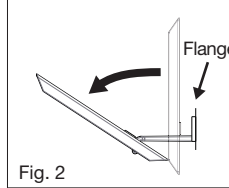

Fig. 2
8. Peel and remove (1) piece of protective strips from tape on the supplied wall anchor brace bar. The tape is necessary to allow the supplied wall anchor brace bar to adhere to the back side of the wall for placement. (This will ensure that the bar will stay upright during installation.)
9. Get supplied Anchor, flip the bar downward at the end of the arm. The bar should be tilted up only slightly. (Fig. 2)
8. Détachez et retirez les (1) protections de chacun des deux morceaux de ruban adhésif situés sur la barre de support de l'ancrage mural. L'adhésif est nécessaire pour permettre à la barre de support de l'ancrage mural d'adhérer à l'arrière du mur, assurant ainsi un placement correct. (Cela permettra à la barre de rester droite pendant l'installation.)
9. Prenez l'ancrage fourni, inclinez la barre vers le bas à l'extrémité du bras. La barre doit être très légèrement inclinée vers le haut. (Fig. 2)